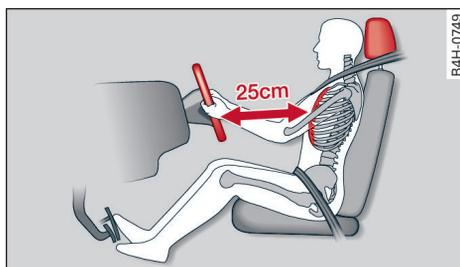

图 225 正确的坐姿
- ▶ 调节好驾驶员座椅和方向盘位置，使胸部与方向盘中心之间的距离至少为 25 厘米 ⇨ 图 225。
- 调节好驾驶员座椅和方向盘位置，使胸部与方向盘中心之间的距离至少为 25 厘米 ⇨ 图 225。